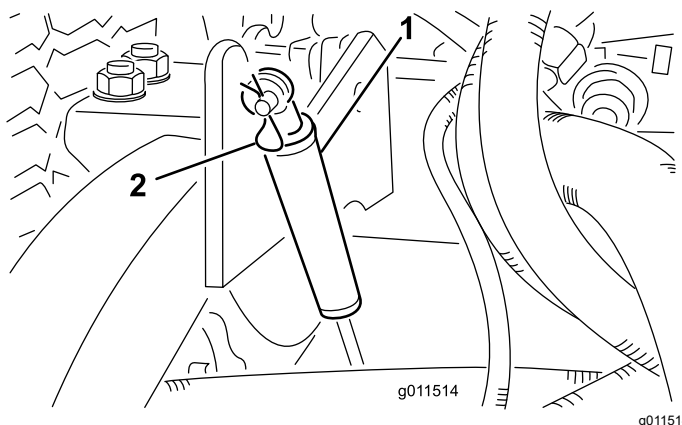

Figura 121
2. Retire o perno de gancho que fixa os amortecedores aos braços de elevação (Figura 121).